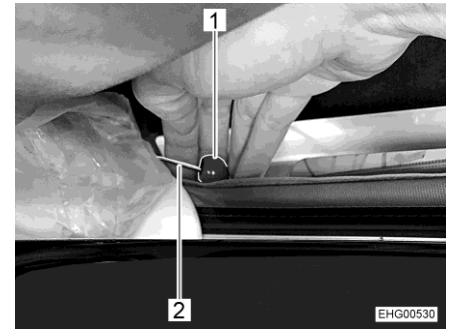

Bild 55 Notentriegelung
- Auf beiden Seiten am roten Knopf (Bild 55,1) des Seilzugs (Bild 55,2) ziehen.